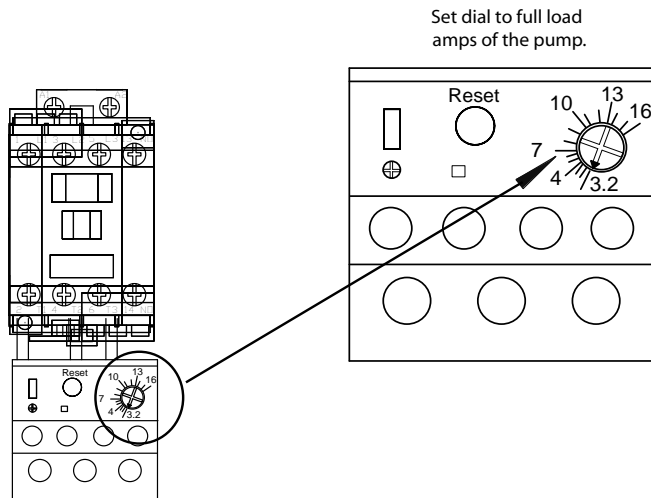

FIGURE 3
4. For models with an overload relay, set the relay dial to the full load amps of the pump (Figure 3).
5. Créer une boucle d'égouttement avec le cordon (Figure 3), puis brancher le cordon à une prise de courant.